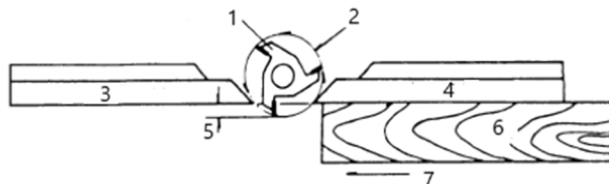

Abbildung 1
1. Bei den meisten Arbeiten, bei denen ein Teil der Kante des Werkstücks nicht vom Messer berührt wird, befinden sich sowohl der vordere als auch der hintere Anschlag in einer geraden Linie, wie in Abbildung 1 dargestellt.